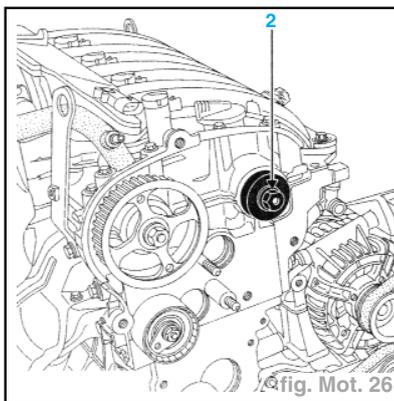

fig. Mot. 26
- mettre en place le joint d'étanchéité du déphaseur d'arbre à cames d'admission à l'aide du **Mot. 1517** en utilisant l'ancienne vis (2) (fig. Mot. 26).